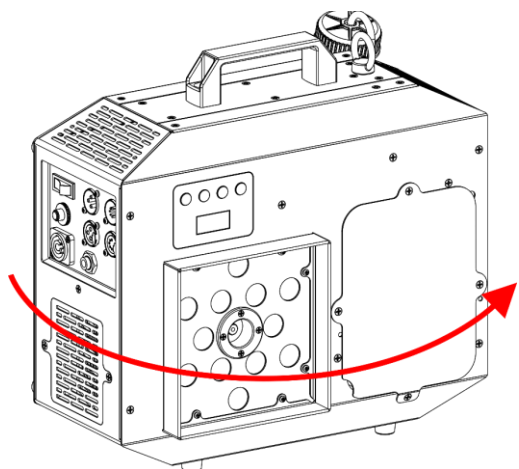

Fig. 20
- 15) Draai het apparaat en ga naar de achterkant, zoals getoond in Fig. 20.